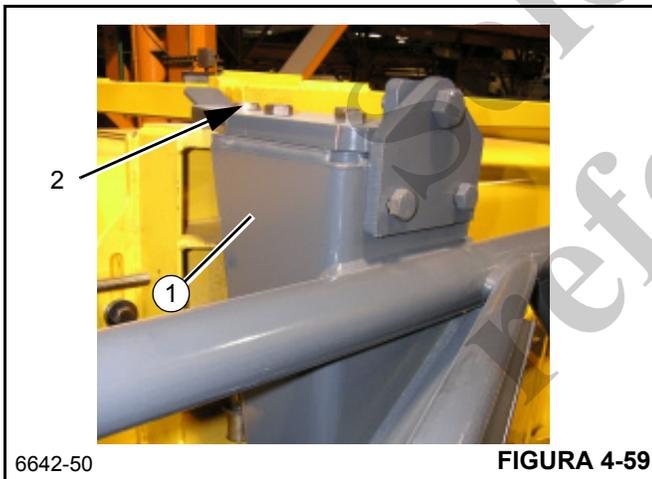
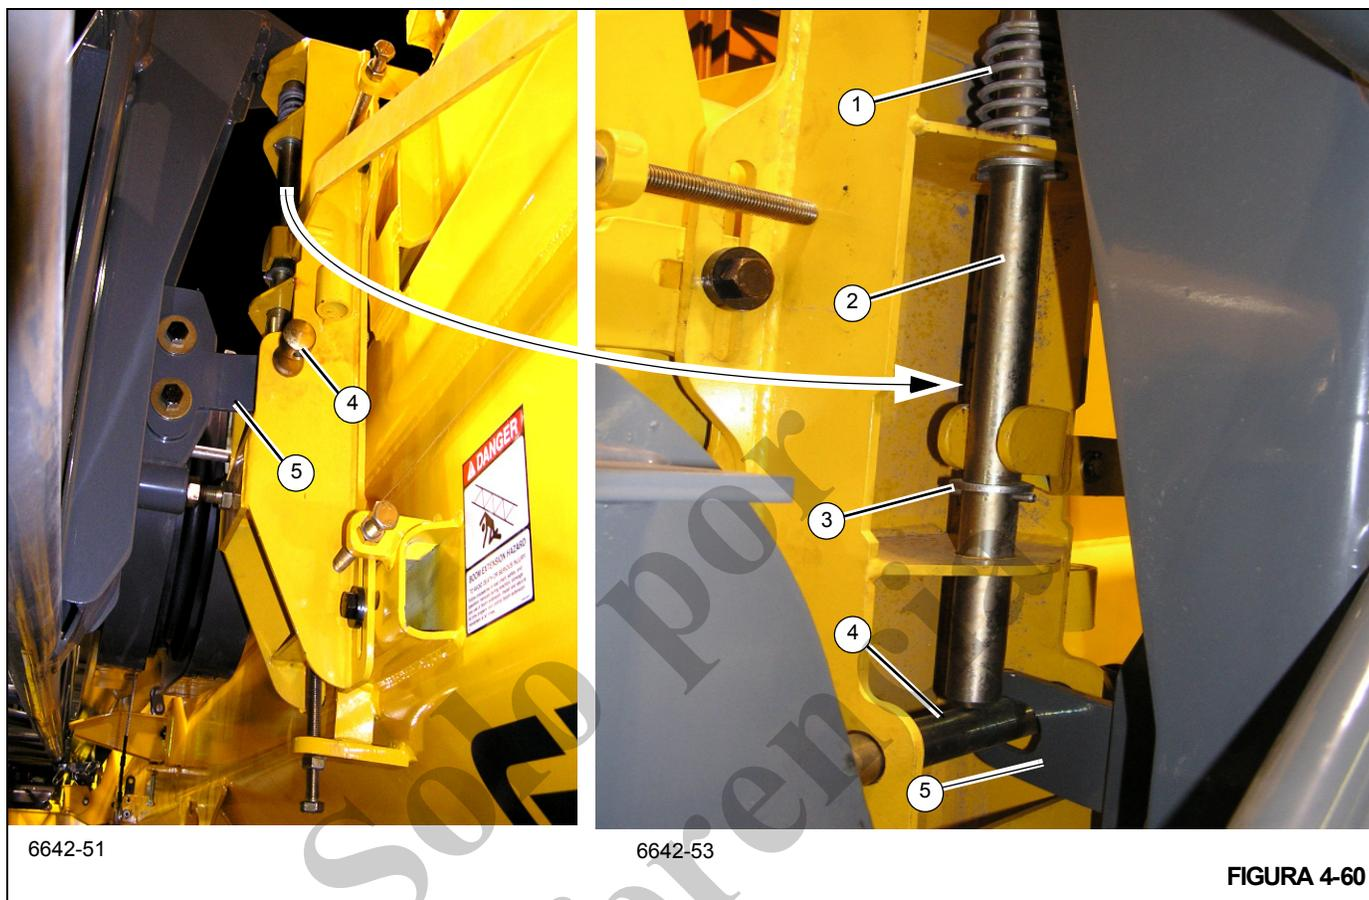

FIGURA 4-59
FIGURA 4-60
11. Eleve la pluma hasta que el pasador del pestillo delantero 2 (Figura 4-59) se engrane en la extensión de celosía de 33 pies. Verifique que la manija del pasador de resorte (no se ilustra, vea la Figura 4-52) está en la posición hacia abajo y contra la barra de tope.
Si el pasador del pestillo delantero (2) (Figura 4-59) y (2) (Figura 4-60) no se engrana en la extensión de celosía de 33 pies (1) (Figura 4-59), **DETÉNGASE**. NO continúe almacenando las extensiones de pluma hasta que el pasador de resorte del pestillo delantero (2) se haya enganchado correctamente y el pasador de bloqueo (4) (Figura 4-60) también se haya instalado correctamente.
Comuníquese con Manitowoc Crane Care para hacer los ajustes correctos si no se puede alinear la extensión de celosía con el pasador de resorte (2) (Figura 4-59) y (2) (Figura 4-60) o el pasador de bloqueo (4) (Figura 4-60).
12. Antes de proceder a almacenar las extensiones de pluma, verifique que el pasador de resorte (2) (Figura 4-59) se ha enganchado en la extensión de celosía (1) como se ilustra en la (Figura 4-59). El extremo del pasador de resorte (2) **debe** pasar por el agujero de la escuadra y sobresalir del borde del mismo.
A nivel de suelo, verifique visualmente que el pasador de resorte (2) (Figura 4-60) se ha enganchado en la extensión de celosía de 33 pies (5). Compruebe el enganche verificando que el resorte (1) está extendido; la arandela (3) no debe tocar la placa.
14. Instale el pasador de bloqueo (4) (Figura 4-60) y la pinza de retención (no se ilustra). **NO continúe almacenando la extensión si el pasador de bloqueo (4) no está instalado correctamente.** Consulte la advertencia de PELIGRO que aparece antes del paso 12 de este procedimiento.
**Nunca** extraiga los pasadores de almacenamiento (1, Figura 4-61) de las orejetas derechos de la punta de la pluma sin antes haber fijado la extensión de celosía de 33 pies (10.1 m) debidamente a la rampa de almacenamiento trasera y a la escuadra del pestillo delantero (Figura 4-59 y Figura 4-60).